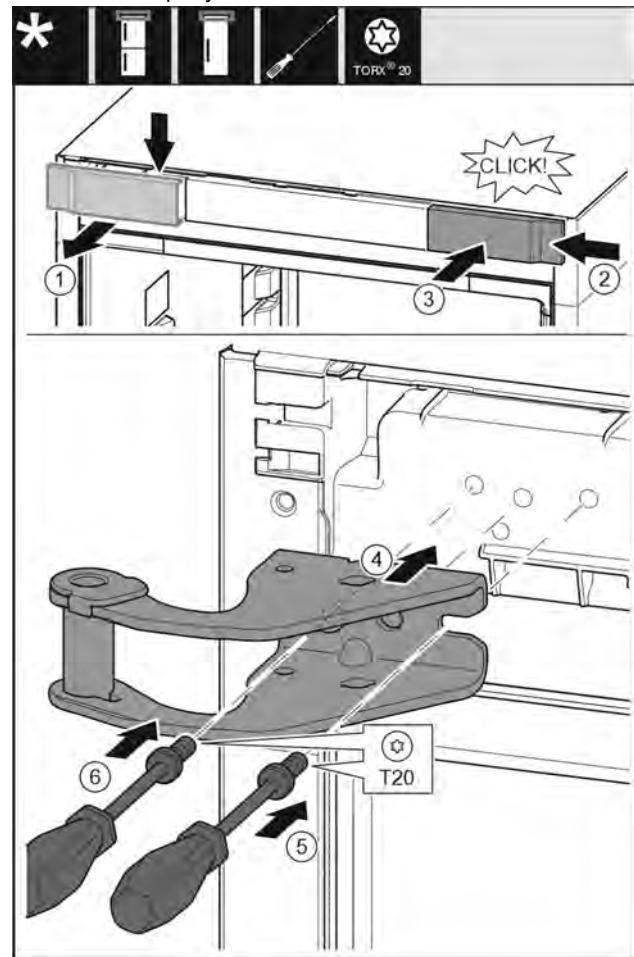

Fig. 19
- Снимите крышку сверху вперед. Fig. 19 (1)
- Навесьте крышку, повернув ее на 180°, справа с другой стороны. Fig. 19 (2)
- Зафиксируйте крышку. Fig. 19 (3)
- Установите верхний опорный кронштейн. Fig. 19 (4)
- Установите и затяните винт отверткой T20. Fig. 19 (5)
- Вставьте и затяните винт отверткой T20. Fig. 19 (6)